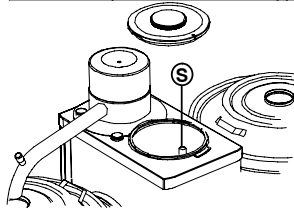

Fig. 22 Tubo di troppopieno dell'impianto dell'acqua calda
- Scaricare l'acqua residua attraverso il tubo di troppopieno (S.). A questo scopo, tirare il tubo di troppopieno (S.) che si trova nella caldaia dell'acqua calda mediante il flessibile corto (vedere fig. 22).
- Scaricare l'acqua residua sollevando il tubo di troppopieno (S.). A questo scopo sollevare il tubo di troppopieno (vedere fig. 22).
- Scaricare l'acqua residua attraverso il tubo di troppopieno. A questo scopo sollevare il tubo di troppopieno (S.), vedere fig. 22 .